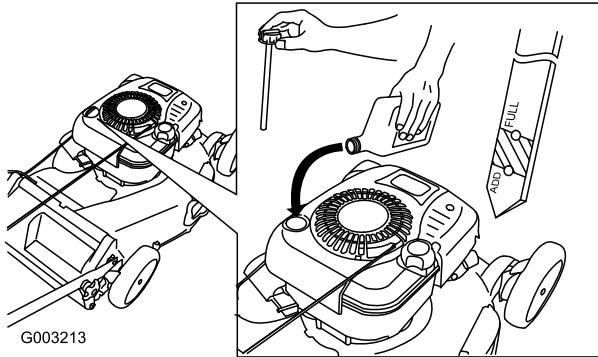

Figure 37
4. Versez de l'huile **lentement** dans le goulot de remplissage pour faire monter le niveau de liquide jusqu'au repère du plein (**Full**) sur la jauge (Figure 37). **Ne remplissez pas excessivement.** (Remplissage max. : 0,77 l, type : huile détergente SAE 30W de classe de service API SF, SG, SH, SJ, SL ou supérieure.)